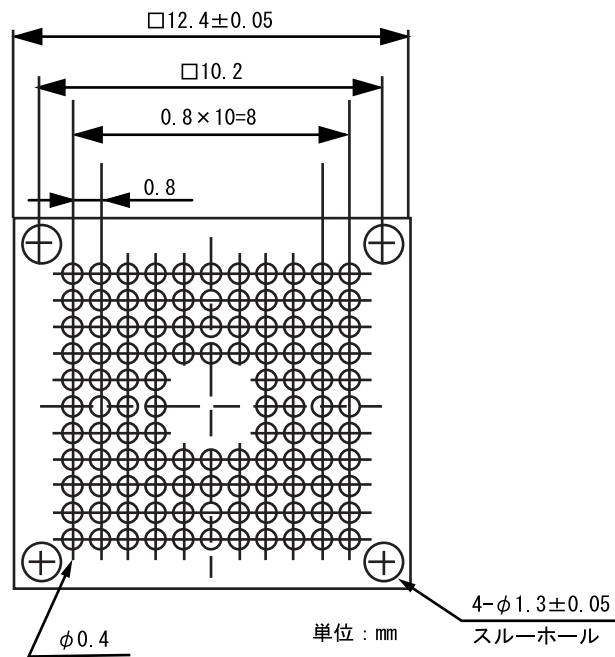

図7 推奨マウントパッド寸法
- (3) ICソケットの位置合わせガイドピンを、ユーザシステムのガイド用部品穴に合わせて搭載します。基板のパッドとICソケットが正しく位置合わせされていることを確認してください。
- (4) ICソケットの実装
- a) ICソケットの外形寸法は実際のICパッケージより大きいので、他の部品の実装範囲については図7を参照してください。
BP-112 パッケージ用 IC ソケット（東京エレテック株式会社製：CSPACK112A1110H02）を使用する場合のユーザシステム推奨マウントパッド（フットプリント）寸法を図7に示します。
なお、図7の推奨マウントパッド寸法は、MCU 実装用マウントパッド寸法とは多少異なりますので注意してください。